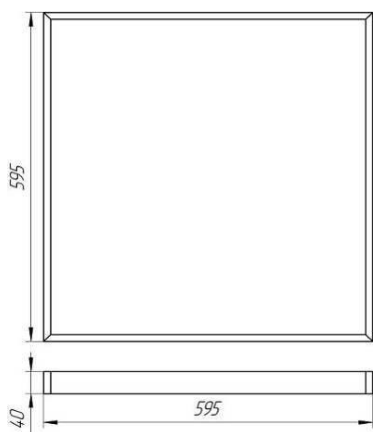

Рисунок 1. Габаритный чертеж Econex Office E 595x595
5.1.2. Для установки светильника необходимо повернуть торцевую панель и аккуратно снять рассеиватель. Надежно закрепить на ровной поверхности корпус светильника при помощи комплекта креплений, габариты для монтажа см. рисунок 1 и 2.